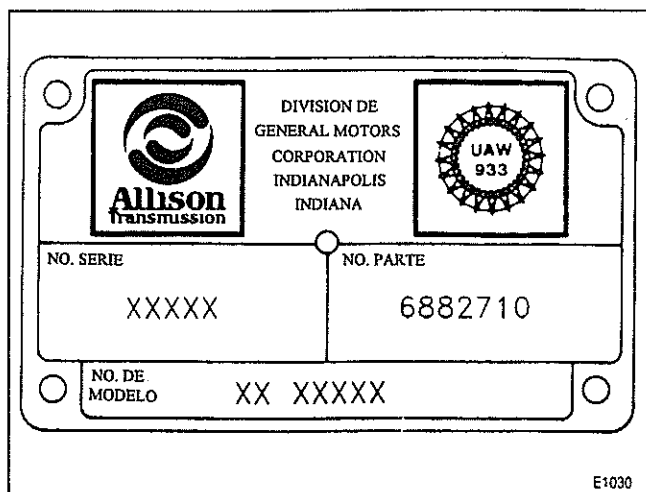

Figura 1-9. Placa de Identificación de la Transmisión
a. Placa de Identificación de la Transmisión. La placa de identificación (Figura 1-9) se localiza al lado derecho de la transmisión. La placa muestra el número de serie de la transmisión, número de parte (número de ensamble) y número de modelo. Los tres deben proporcionarse cuando se pidan partes para reemplazo o se solicite información de servicio.